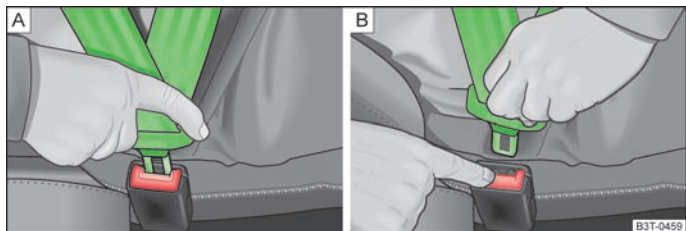

Fig. 138 Fixarea sau desfacerea centurii de siguranță
- Introduceți clema de fixare în catarama aferentă a centurii de siguranță » fig. 138 -  până când se fixează cu un clic.
- Apăsăți tasta de culoare roșie de pe catarama centurii » fig. 138 - , lamela de fixare sare afară.